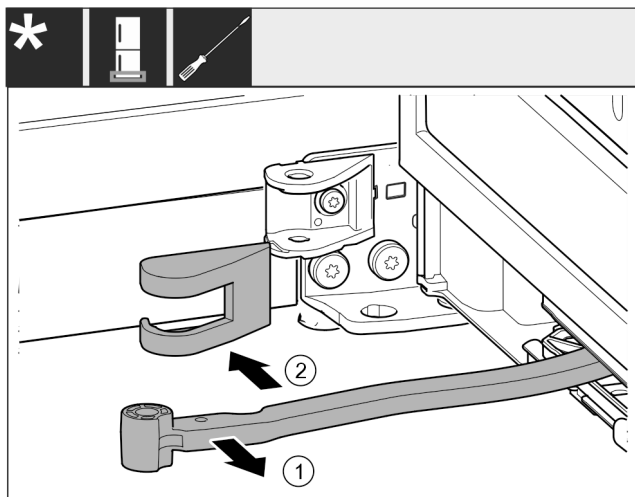

Fig. 20
- ▶ Поверните шарнир Fig. 20 (1) в направлении двери.
- ▶ Снимите крышку опорного кронштейна Fig. 20 (2).